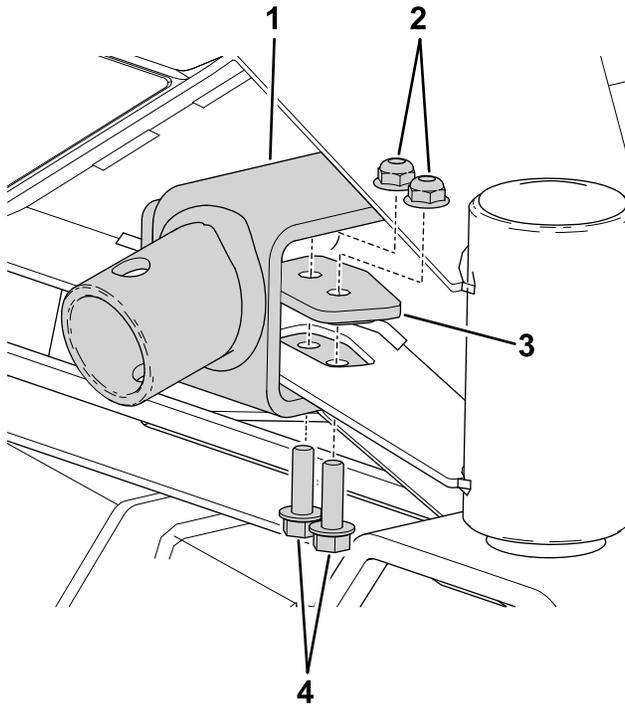

Bild 1
1. Bringen Sie die Wagenheberbefestigung mit der Stützplatte, zwei Sechskantschrauben und zwei Sicherungsmuttern am Rahmen an der linken Seite der Maschine an (Bild 1).